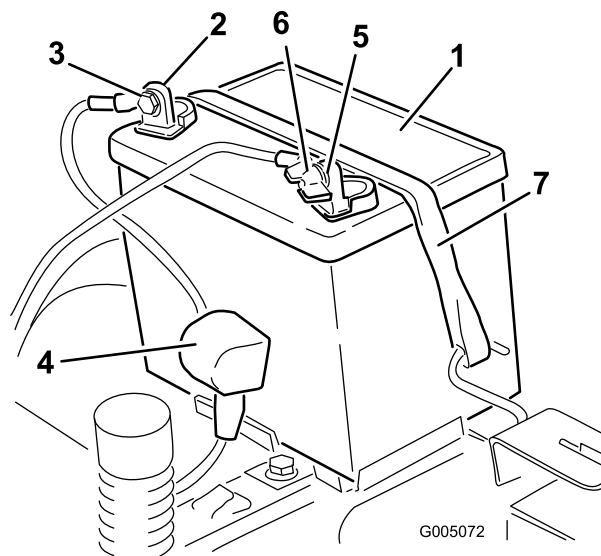

Figure 35
4. Débranchez le câble négatif (noir) de mise à la masse de la borne de la batterie (Figure 35). Mettez les fixations de côté.
5. Repoussez le capuchon en caoutchouc sur le câble positif (rouge). Débranchez le câble positif (rouge) de la borne de la batterie (Figure 35). Mettez les fixations de côté.
6. Enlevez la sangle de maintien de la batterie (Figure 35) et ôtez la batterie de son support.
1. Placez la batterie dans son support en tournant les bornes vers la position de fonctionnement (Figure 35).
5. Fixez la batterie en place à l'aide de la sangle de maintien (Figure 35).